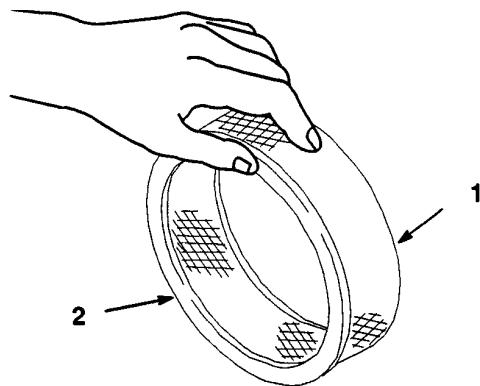

Fig. 19
- A. Picchiettate leggermente il filtro su una superficie piana per rimuovere polvere e sporco (Fig. 19).